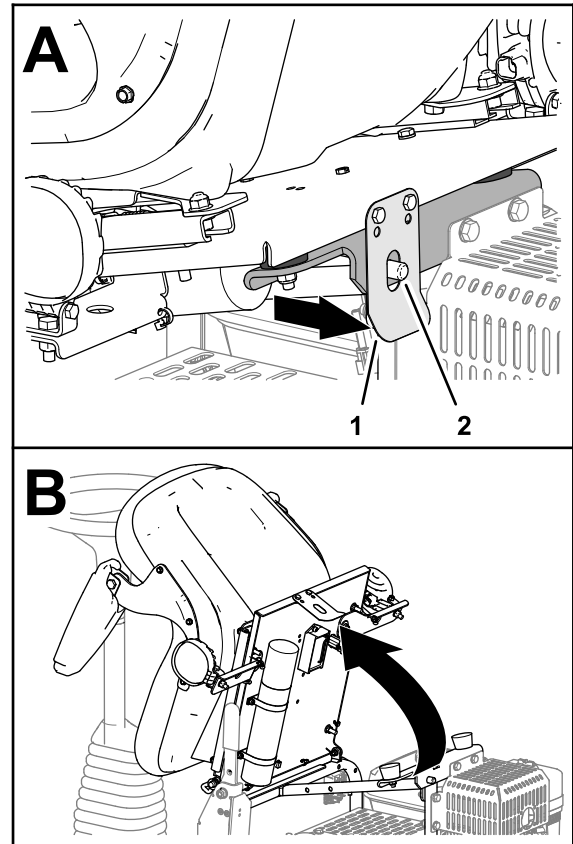

Figure 24
1. Tirez le verrou du siège en arrière jusqu'à ce qu'il soit écarté de la goupille de verrouillage (Figure 24).
2. Basculez le siège en avant (Figure 24).